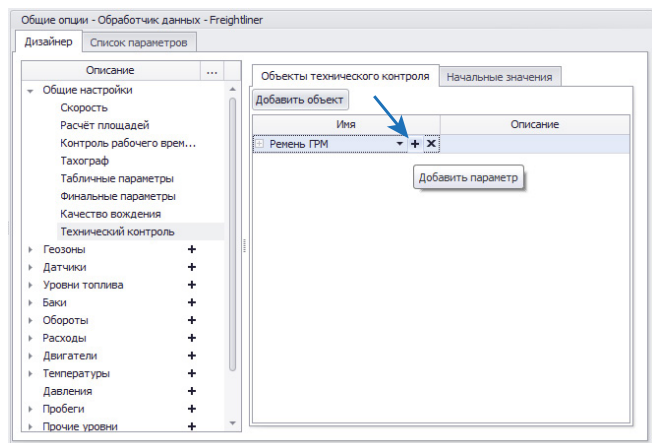

Рис.338. Добавление нового параметра для контроля тех. обслуживания объекта.
- нажать кнопку «Добавить параметр» (**Рис.338**). Появится пустое поле для заполнения.